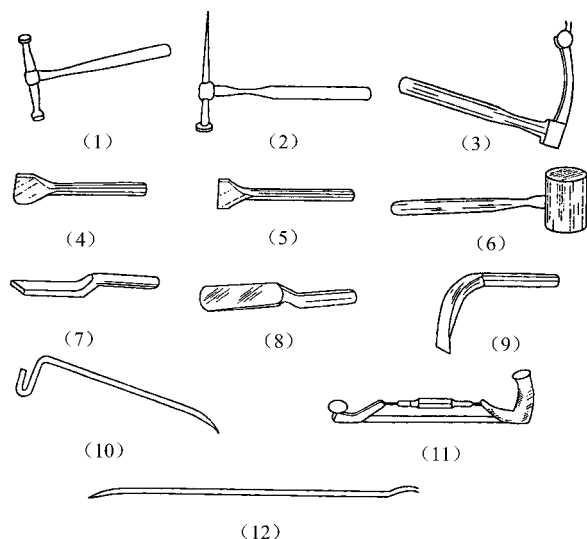

图 8 - 10 锤及修整工具
(2) 移动式车身修整机 如图 8 - 12 所示。该机采用结实的梁式底座 ,一端用框轴支承 ,上面装有可移动的立柱 ,在座梁与柱之间还装有液压头。当压头受到液压作用时 ,立柱倾斜 ,使由链连接的车身板被拉伸 ,从而进行修整作业。底梁上装有小脚轮 ,可以移动。